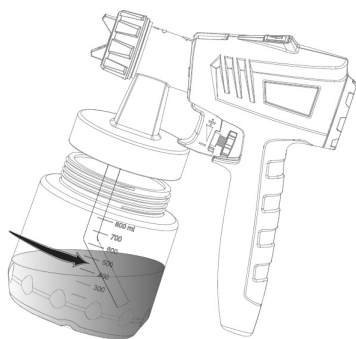

Рис. 3
- При работе с подвесными объектами направьте трубку назад (рис. 3).